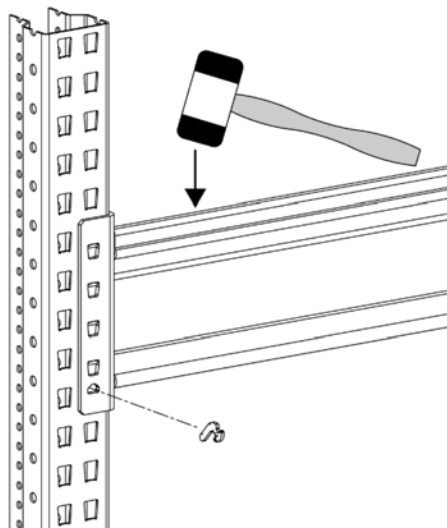

Fig. 8
5. Bloquer les supports sur les deux échelles de rive en utilisant une goupille de sécurité et fixer le dispositif dans le sens de la flèche avec un maillet en caoutchouc. (fig. 8)